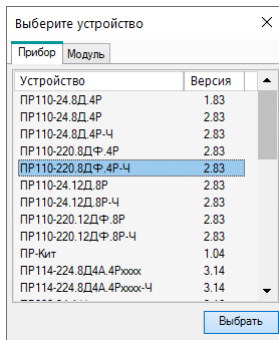

Рисунок 7.2 – Выбор модификации прибора для смены встроенного ПО
7. Запустить процесс смены встроенного нажатием кнопки **Выбрать** (см. *рисунок 7.2*).